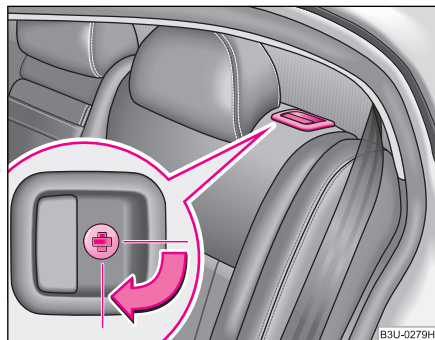

Fig. 65 Blocarea butonului de deblocare
- Butoanele de deblocare se blochează rotind cheia de contact spre dreapta în încuietoare ♥ fig. 65.